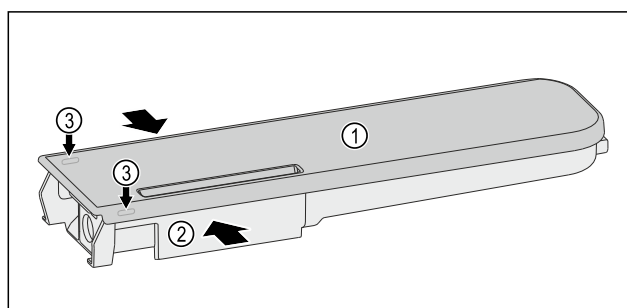

Fig. 136
- ▶ 挤压水容器 Fig. 136 (2)，然后小心地将盖子 Fig. 136 (1) 从锁定凸耳 Fig. 136 (3) 上撬起并向上拉。
- ▶ 略微来回移动盖子 Fig. 136 (1)，然后将其向上取下。